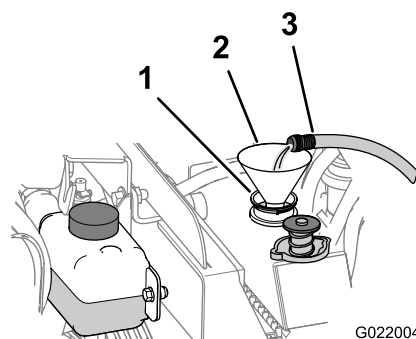

Рисунок 104
- B. Заполните радиатор чистой водой (Рисунок 104).